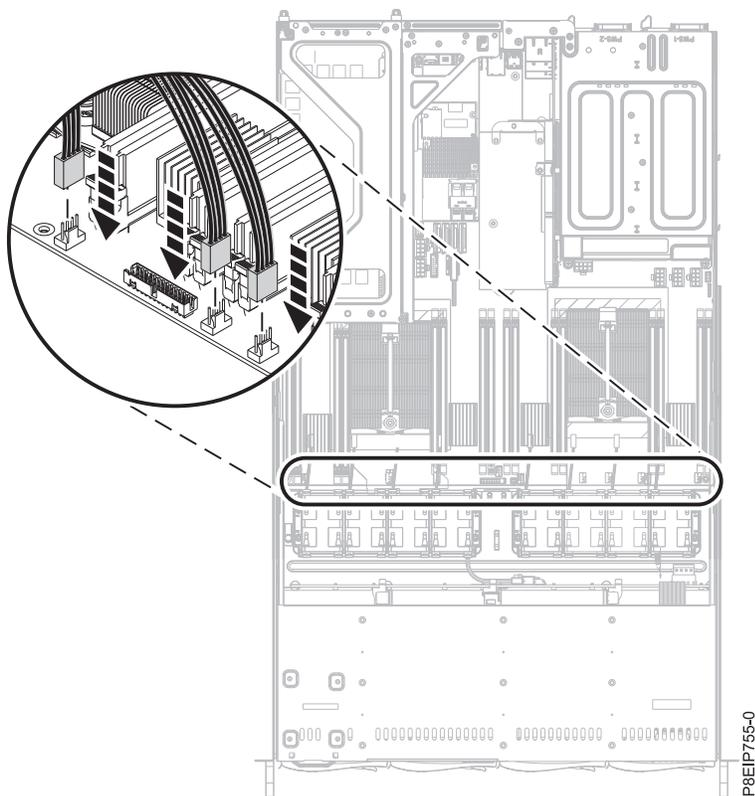

Figure 21. Remplacement du connecteur
4. Connectez le câble de ventilateur au fond de panier système, comme indiqué dans la figure 21, à la page 25.